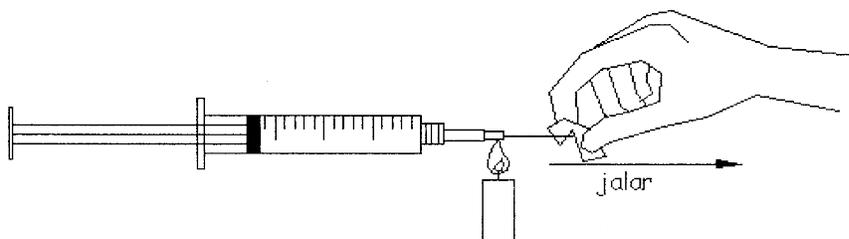

Figura 1
1. Coloque la aguja en la punta de la jeringa y calentando la parte baja de la aguja de manera que esta se afloje, jálela hasta que se desprenda de la base. Calentando la punta cierre con el mismo plástico derretido el hueco que deja la aguja. Espere a que se enfríe y desenrosque la tapa. Esta será la TAPA DE LA JERINGA. (Figura 1)